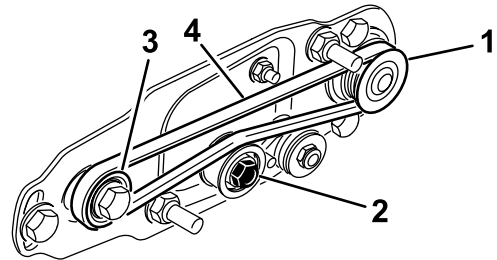

图 26
- A. 先缠绕驱动皮带轮周围的皮带然后再缠绕总轮皮带轮顶部上方的皮带图 26。
- B. 启动从动皮带轮上的皮带图 26。